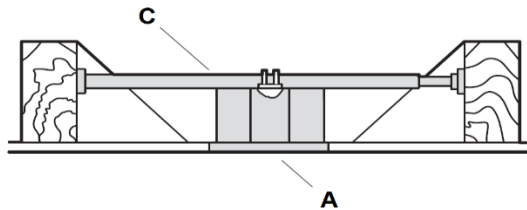

Fig. 4
Para colgar su ventilador donde ya existe una luminaria pero no hay una viga de techo, es posible que necesite instalar una barra para colgar (C), como se ilustra en la Fig. 4. Asegúrese de que la barra de colgado que compre se haya diseñado para utilizarse con ventiladores de techo.